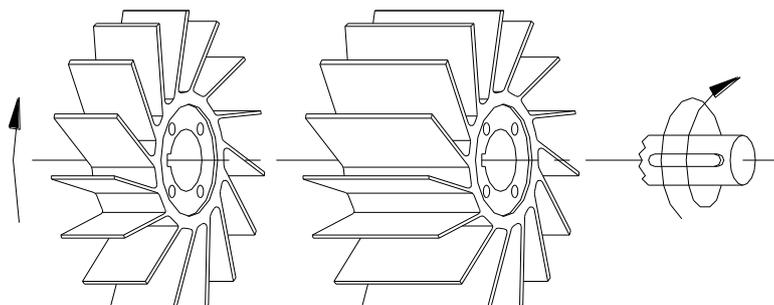

Fig. 24 - Pompe serie TRH
- Mettere la pompa in posizione verticale appoggiata sulla scatola cuscinetto. Pressare nell'albero la linguetta VDMA 940.1 (.2) della girante VDMA 230 (.1) secondo la serie della pompa, appoggiare, come distanziali girante, 3 piccoli spessori di carta da 0,1 mm sul piano del corpo premente VDMA 107 (saranno automaticamente espulsi al primo funzionamento della pompa). Con un pennello o attrezzo idoneo spargere del collante del tipo "SUPERBOND 320" o simile sull'albero nella zona in cui verrà posizionata la girante. Infilare la girante 2° stadio VDMA 230.1 sull'albero ponendo attenzione che il senso di orientamento delle pale per le pompe con rotazione oraria sia conforme agli schemi delle fig. 24 o 25 (per le esecuzioni speciali con rotazione antioraria invertire il senso di orientamento delle pale). Posizionare sul corpo premente una guarnizione VDMA 400.
ATT.: Prima di infilare le giranti sull'albero fare attenzione che il senso di orientamento delle pale per le pompe con rotazione oraria sia conforme agli schemi delle fig. 24 o 25 (per le esecuzioni speciali con rotazione antioraria invertire il senso di orientamento delle pale).